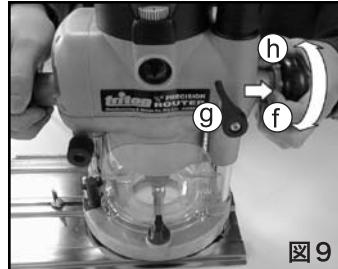

図9
2. リング⑮を握ってハンドル⑯に引き寄せ、ハンドルを回してビットの高さを調整し、リングを戻します。(図9参照)